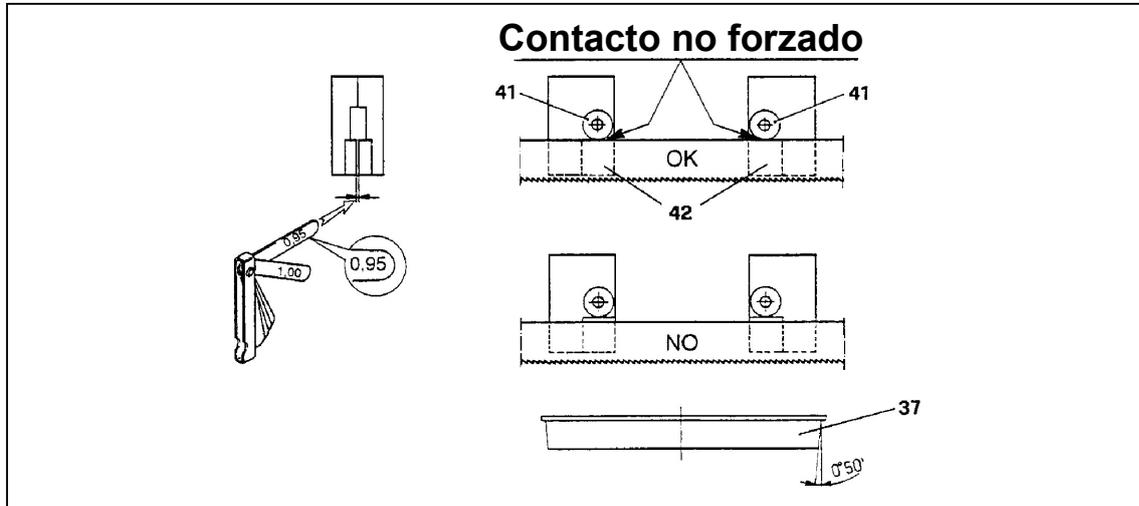

Figura 10
1. Estire correctamente la hoja de sierra, girando el Volante (12) hasta que el Indicador (23) coincida con la línea verde de la plaquilla fijada en el Tensionador (15);
6. Limpie las Guías (27) (33) con frecuencia – cuando la máquina está parada utilice el Microaceite **Starrett M1** para la limpieza de las Pastillas de Metal Duro y Cojinetes;
7. Verifique el estado de conservación de los cojinetes y de las Pastillas de Metal Duro de las Guías (27) (33) (42);
8. Verifique periódicamente los juegos entre las Pastillas de Metal Duro (0,95 mm), y la distancia de la parte posterior de la hoja de sierra con relación al cojinete de apoyo, según la figura 10.